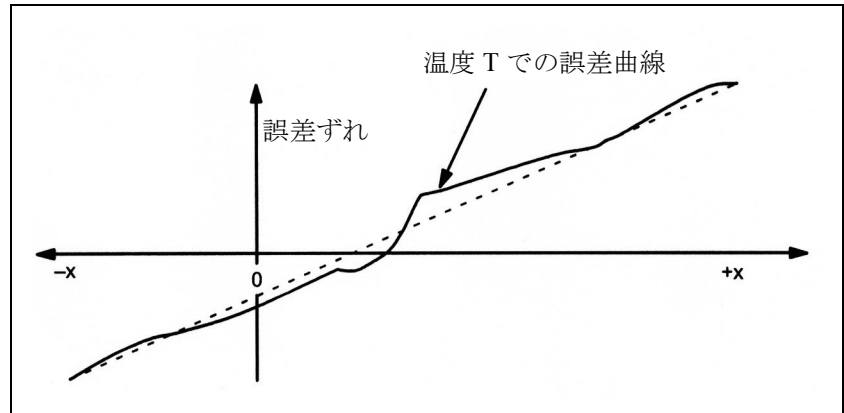

図 2.22 熱膨張の誤差曲線の例
上記の方法で作成された誤差曲線は通常は図 2-22 に示すような特性を示します。軸について位置基準点 P(0) を選択し、温度が変化するのに合わせて、基準点でのオフセット（温度補正の「位置に依存しない要素」に対応）を測定し、さらに長さが変化するので基準点からの距離に比例して大きくなる他の位置点でのオフセット（温度補正の「位置に依存する要素」に対応）も測定します。
任意の温度  $T$  において，通常，誤差曲線はほぼ直線となります。この直線の傾きと基準点は温度によって変わります（図 2.22 を参照）。